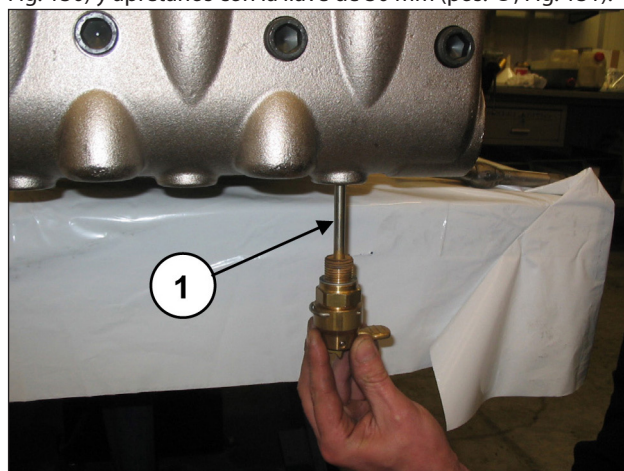
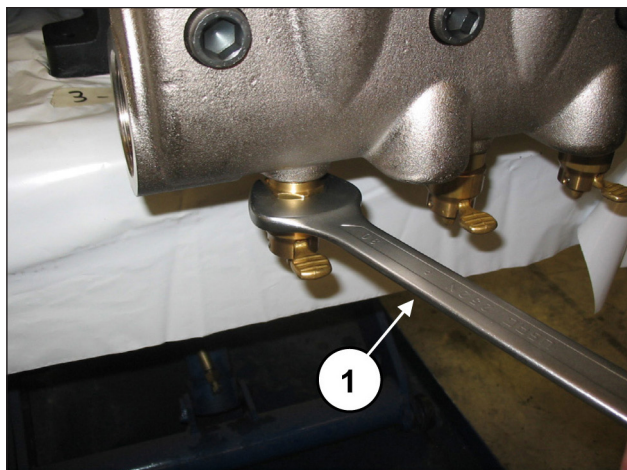

Fig. 130
Fig. 131
Aplicar los dispositivos de apertura de las válvulas (pos. ①, Fig. 130) y apretarlos con la llave de 30 mm (pos. ①, Fig. 131).